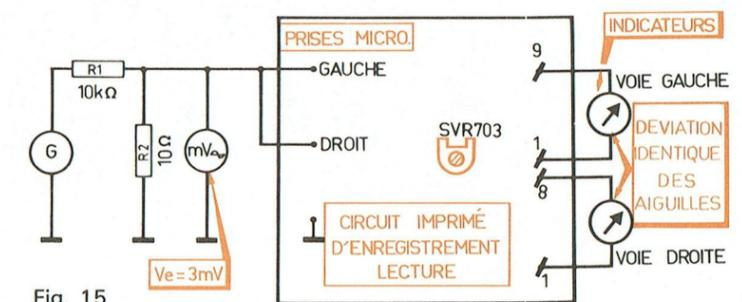

Fig. 15
F. ÉQUILIBRAGE DES INDICATEURS EN FONCTION LECTURE (Fig. 15)